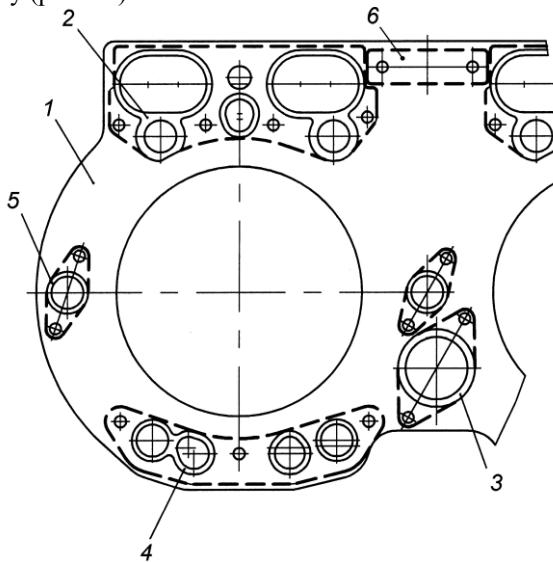

Рис. 12. Схема установки уплотнителей
1. Головки цилиндров двигателей ЯМЗ-236НЕ2, ЯМЗ-236БЕ2 блочные на три цилиндра каждая. Привалочная к блоку цилиндров поверхность головки шлифована и имеет в зоне уплотнения гильз цилиндров кольцевые проточки. Уплотнение стыка головки цилиндров, блока и гильзы осуществляется прокладкой, состоящей из единой металлической прокладки на четыре цилиндра, уплотняющей газовый стык, и вставных, удерживаемых шпеньками, резиновых уплотнительных элементов, уплотняющих масляные, водяные и штанговые проходы. Уплотнительные элементы пяти видов в количестве 14 шт. на прокладку (рис. 12).